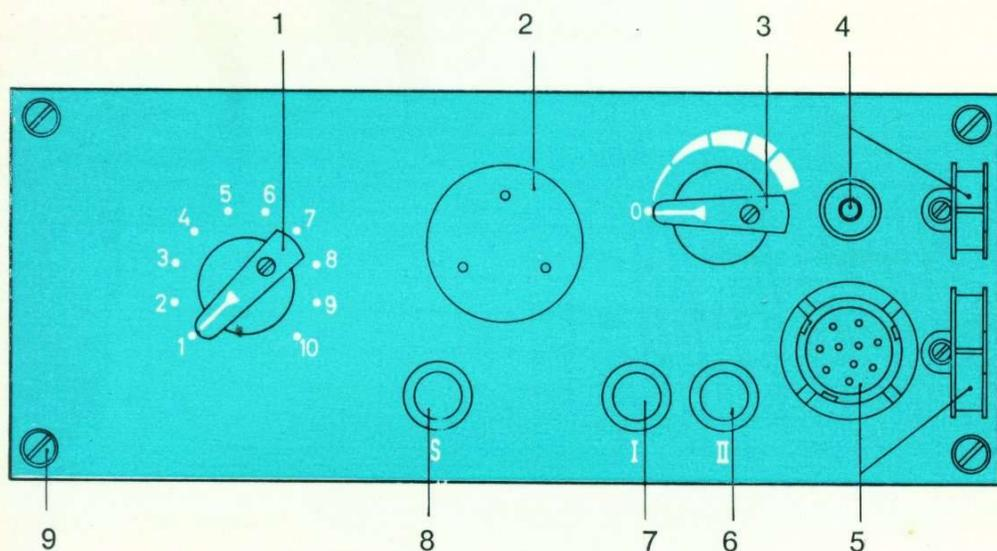

Bild 2.
Stabantenne (Pos. 1) auf die Antennenbuchse (Bild 2, Pos. 4) rechts oben auf der Frontplatte aufstecken und mit der Überwurfmutter festschrauben. Antenne aufrecht stellen. Hierzu bei schwenkbaren Antennen die Flügelmutter am Antennenfuß (Pos. 2) lösen und anschließend wieder festziehen. Bei nicht schwenkbaren Antennen das Gerät so stellen, daß die Antenne aufrecht steht. Anstelle der Antenne kann mittels eines Winkelsteckers auch ein Antennenkabel 1,5/6,6 zu einer Fahrzeugantenne oder zu einer abgesetzten Antenne angeschlossen werden. Bei Nichtgebrauch Schutzkappe auf die Antennenbuchse aufstecken.
10poligen Stecker des Handmikrofons oder des Handapparates auf die 10polige Buchse rechts unten auf der Frontplatte aufdrücken und durch eine kleine Rechtsdrehung den Bajonettverschluß einklinken. Bei Nichtgebrauch Schutzkappe auf die Buchse aufstecken (Pos. 3 bzw. 15 und Bild 2, Pos. 5).
4. Funkbetrieb (Bild 2)
Den Lautstärkereglers (Bild 2, Pos. 3), der mit dem Einschalter kombiniert ist, aus der Ausschaltstellung „0“ auf eine der 5 Raststellungen schalten, je nach gewünschter Lautstärke des eingebauten Lautsprechers (Pos.2). Zum deutlichen Wahrnehmen ankommender Rufe zunächst auf größte Lautstärke schalten (Rechtsanschlag).
Die Sicherung im Innern des Gerätes ist zu prüfen, wenn trotz vollgeladener Batterie das Gerät nicht arbeitet. Zugänglich ist die Sicherung nach Entnahme des Geräteblocks aus dem Gehäuse. Dazu Batteriewanne abnehmen und Batteriestecker herausziehen (vgl. auch S. 14, Abschn. 6, Punkt b) und die 4 Rotringschrauben in den Ecken der Frontplatte lösen (Bild 2, Pos. 9).